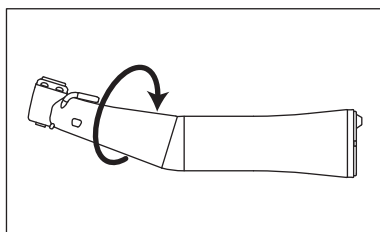

Fig. 6
- 3) Rode a cabeça na direção da seta, segurando na haste (Fig. 6).